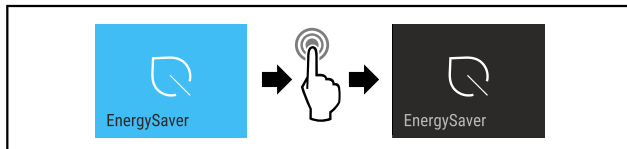

Fig. 16
- Følg anvisningene (se Fig. 16).